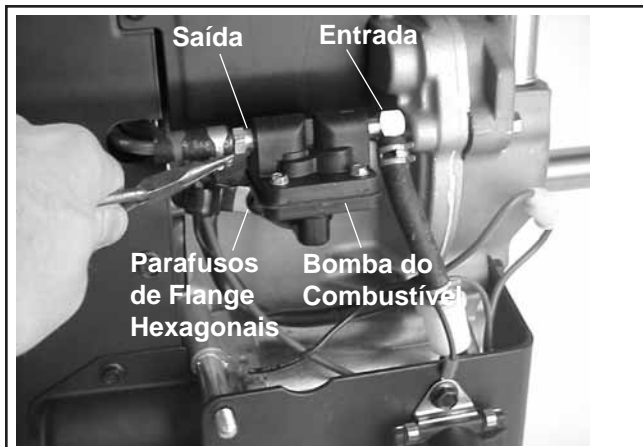

Figura 9-14. Retirar a Bomba do Combustível.
1. Desligue a linha de combustível da saída e os acessórios de entrada da bomba do combustível. Consulte a Figura 9-14.